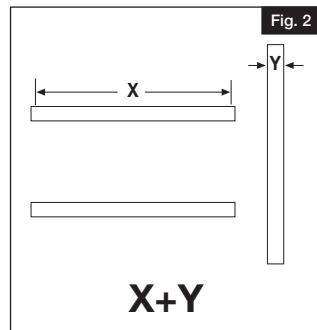

Fig. 2
Measure the width of the rails (X) plus the width of the post (Y). This is the common center-to-center measurement (unless there is a cut-down rail) for post hole location (Fig. 2).
Mesurer la largeur des traverses (X) plus la largeur du poteau (Y). Ceci représente la distance habituelle centre en centre (sauf s'il y a une traverse coupée) pour l'emplacement du trou de poteau (Fig. 2).
Mida el ancho de los travesaños (X) más el ancho del poste (Y). Esta es la medida normal de centro a centro (a menos que se corte el Travesaños) para la ubicación del agujero del poste (Fig. 2).